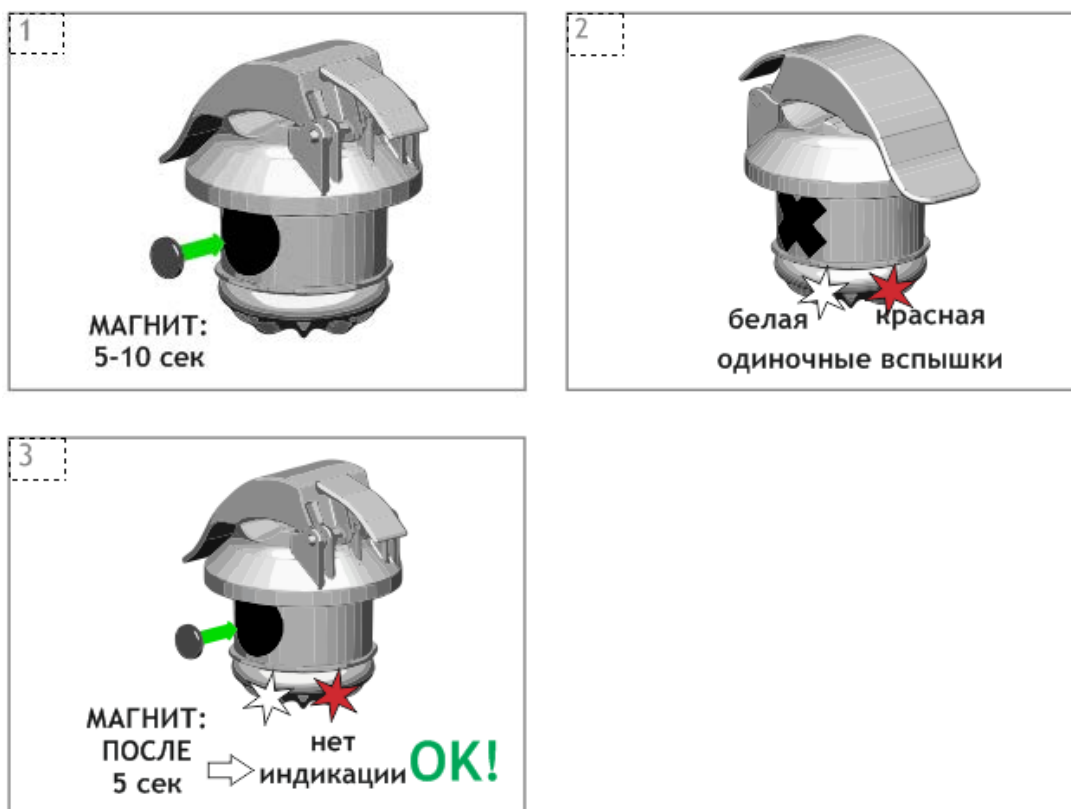

Рисунок 3 – Активация индикатора ИКЗ-В34
2.3.2 Для приведения ИКЗ-В34 в рабочее состояние (в первый раз) необходимо поднести магнит (поставляется отдельно в количестве: один на партию) к изображению «кружка» на корпусе каждого из индикаторов ИКЗ-В34 и удерживать его в течение 5-10 секунд (Рисунок 3).